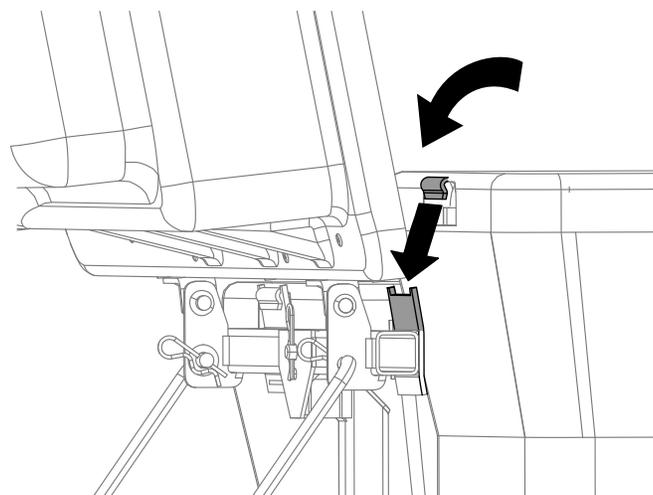

Figura 21
4. Eleve a parte superior do depósito de recolha de relva e instale os sacos montados na 9 Montagem dos sacos de relva (página 16) deslizando os ganchos da estrutura do saco para os suportes restantes (Figura 21).